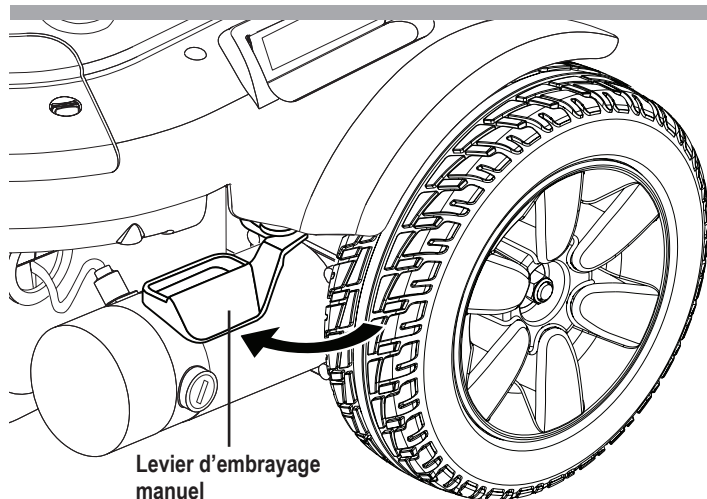

Figure 2. Mode de traction (embrayé)
2. Poussez les deux leviers vers l'intérieur pour embrayer les moteurs. **Voir la figure 2.**